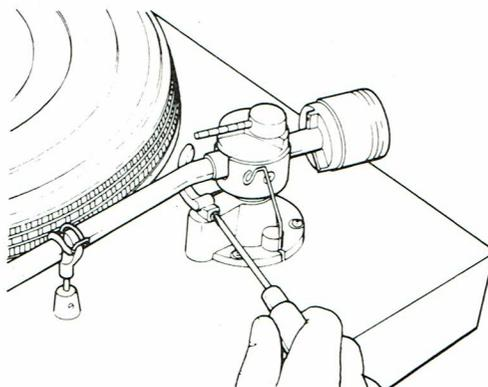

Fig. 4
4. Ajuster le levier du lift avec la vis voir (fig. 4) jusqu'au moment où l'aiguille se trouve entre 9 et 12 mm au dessus de la surface du disque.